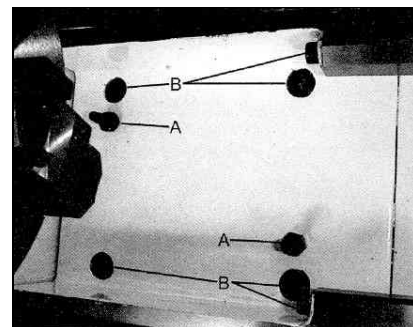

Fig 21
Tirer les vis coniques (B, Fig.21). en tirant les écrous (A).